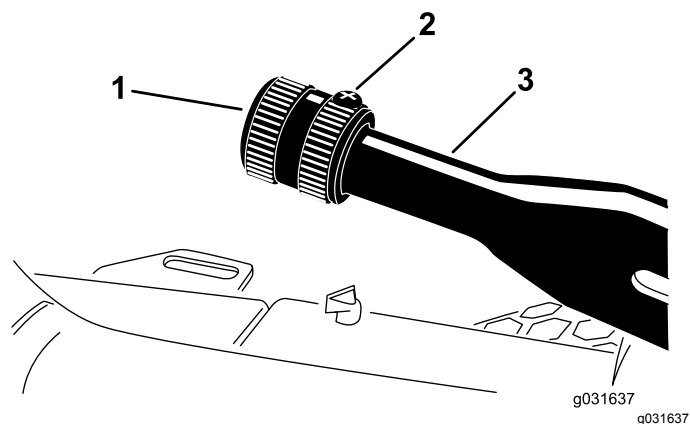

Figure 58
1. Desserrez la vis de fixation du pommeau sur le levier du frein de stationnement (Figure 58).